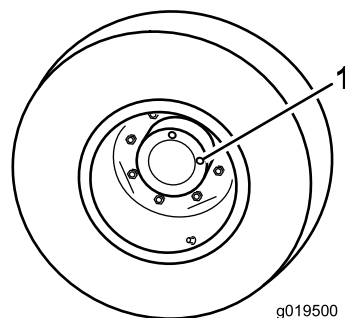

図 80
1. 平らな場所で、ひとつのチェックプラグが時計の12時の位置、もう一つが3時の位置になるように駐車し、図 80、駐車ブレーキを掛け、刈り込みデッキを降下させ、エンジンを停止し、キーを抜き取る。
2. 3時の位置にあるプラグを外す 図 80。